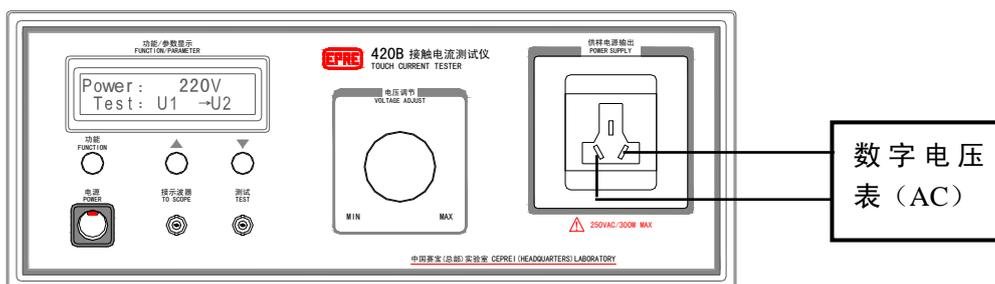

图 17 供样电源电压调试校准示意图
7. 2. 5 在进行电压参数调试校准时, 需外接数字电压表, 通过数字电压表来调校效 LCD 的显示的供样电源电压值, 见图 17 供样电源电压调试校准示意图。
7. 2. 6 仪器按图 17 连接后，LCD 显示 K 参数，如果 LCD 显示的电源电压值小于数字电压表的数值，按“功能”键，再通过按“递增(▲)”键增加 K 的参数值，直到 LCD 电源电压显示值与数字电压表的数值相同。